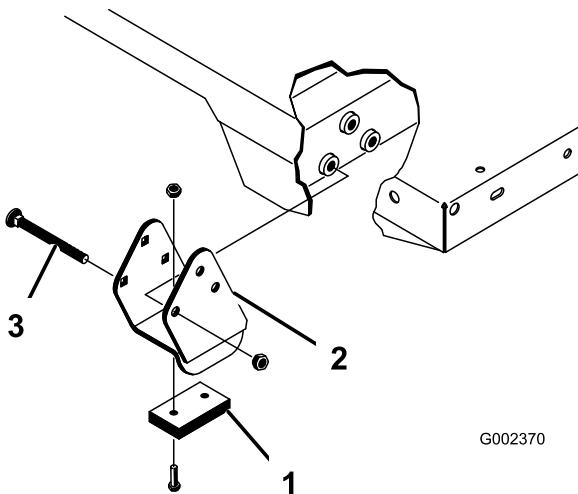

Figura 35
Nota: Assicuratevi che le staffe distanziali e i blocchi di usura (Figura 35) siano installati con le teste dei bulloni a testa tonda posizionate verso l'interno della macchina.
2. Collocate con delicatezza il pianale sul telaio della macchina, allineando i fori delle piastre orientabili sulla parte posteriore del pianale ai fori sul profilato posteriore del telaio e installate 2 perni con testa e 2 acciarini (Figura 35).
4. Inserite il perno con testa dall'esterno del pianale, con l'acciarino posto sull'esterno (Figura 35).